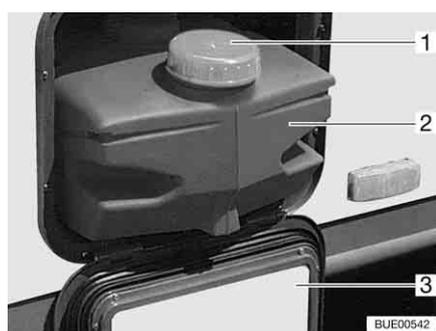

Fig. 145 Réservoir d'eau 22 l
Fermer le réservoir d'eau pendant le transport, à l'aide du couvercle de fermeture (Fig. 145,1).
- Ouvrir le portillon de service (Fig. 145,3) (voir chapitre 6).
- Soutirer le réservoir d'eau (Fig. 145,2).
- Soutirer le réservoir d'eau (Fig. 145,2) et le vidanger.